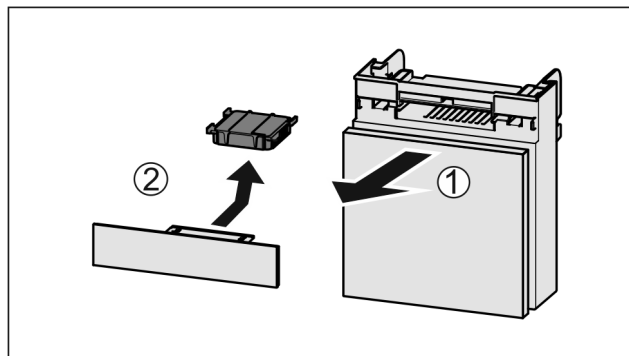

Fig. 127
- Extraire le compartiment par l'avant Fig. 127 (1).
- Sortir le filtre à charbon actif Fig. 127 (2).